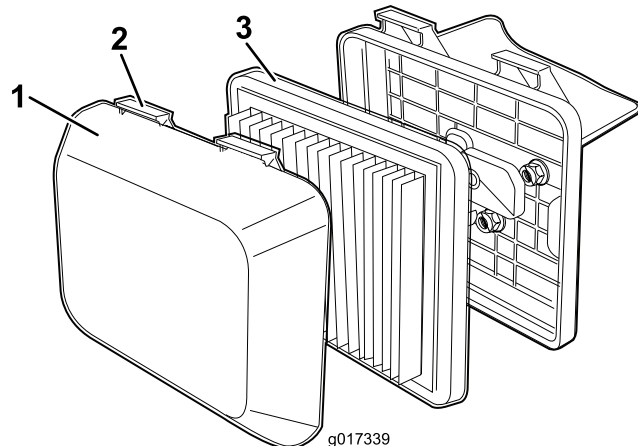

图20
1. 向下按空气滤清器盖子的门锁袢扣 (图20)。
3. 拆下过滤器 (图20)。